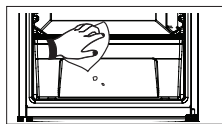

Fig. 2
- Si hay residuos de agua o alimentos, saque todos los accesorios y limpie el refrigerador usando un paño suave, humedecido con agua al clima y una pequeña cantidad de detergente líquido neutro (o con bicarbonato disuelto en agua 1 cucharadita por litro de agua). Enjuague perfectamente y seque. Ver Fig.2.